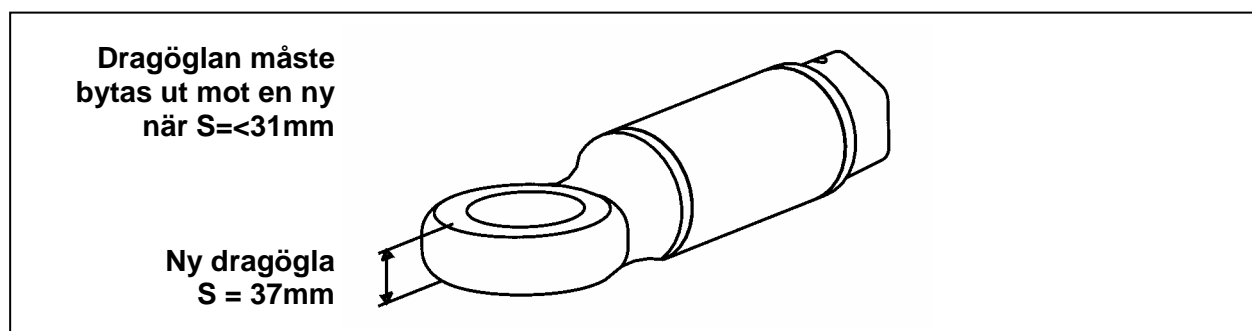

Fig. 2 - Slitage gräns för Dragögla
- Kontrollera förankringen till traktorn och dragögglans slitage (se fig. 2 nedan).